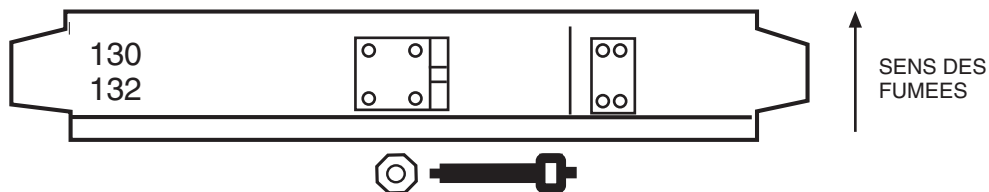

FIG. 2 Exemple de bride de sécurité Ø 130
- après avoir emboîté deux éléments, monté et serré mécaniquement la bride de sécurité sur la paroi externe, s'assurer que la vis soit bien serrée (8 N.m.). Sur chaque bride sont reportées 2 numéros indiquant le diamètre externe du profil; la bride est montée correctement quand la valeur numérique supérieure entre les deux est positionnée vers le bas (voir fig. 2);